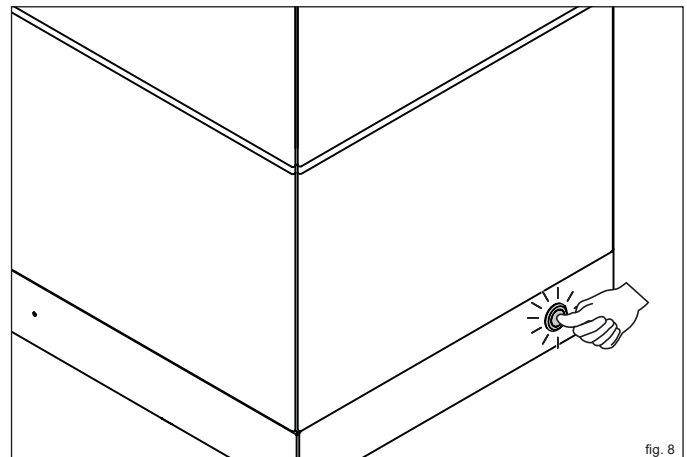

fig. 8
- ▶ Premere l'interruttore on/off (fig. 8).